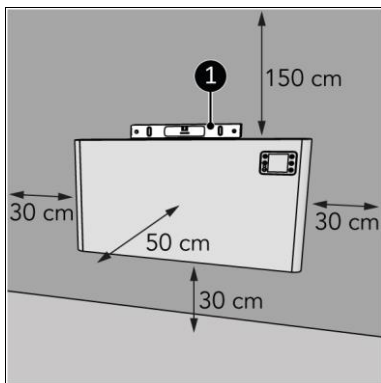

Figura 9
1. Așezați dispozitivul pe o suprafață verticală și solidă. Utilizați o nivelă cu bulă de aer când așezați dispozitivul (Figura 9, poz. 1).
2. Așezați dispozitivul la o distanță minimă (Figura 9) de: